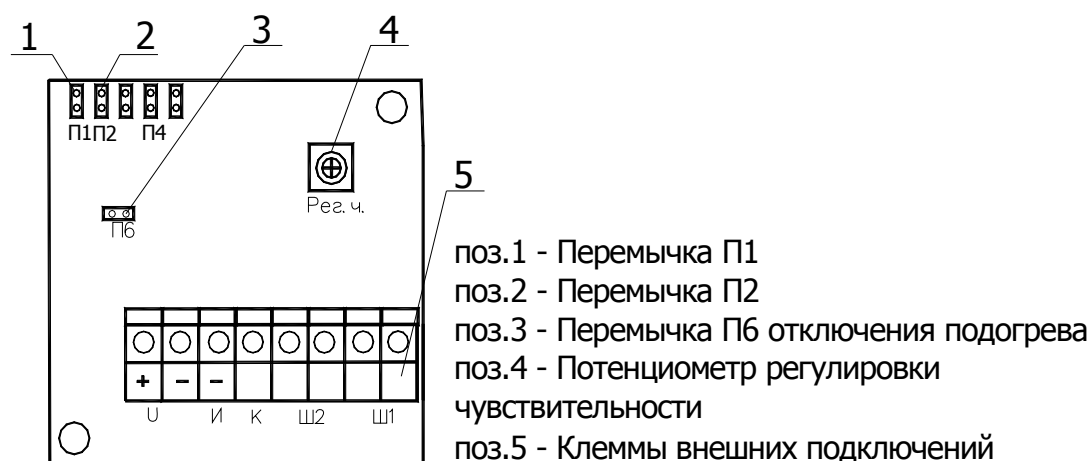

Рис.1.3 Расположение элементов коммутации и индикации на плате
1.5.2 В соответствии с рис. 1.3 на плате коммутации установлены следующие элементы коммутации и регулировки:
2.2.6 В извещателе предусмотрен постоянный внутренний обогрев оптики для предотвращения ее запотевания. При необходимости подогрев может быть отключен удалением перемычки **П6** на плате (рис. 1.3).